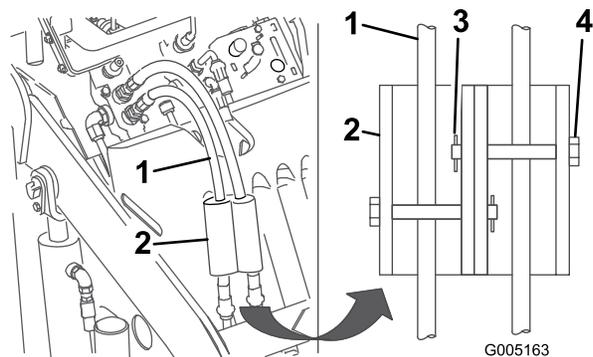

図 17
7. シリンダロックを油圧ホースに取り付けて、クレビスピンとコッターピンで固定する 図 17。